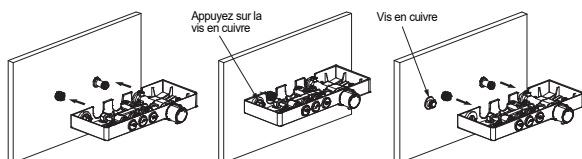

Figure 5
- Appuyez sur la vis en cuivre sur le mur puis retirez la paroi de douche thermostatique. Marquez la position de la vis en cuivre sur le mur (Figure 5).